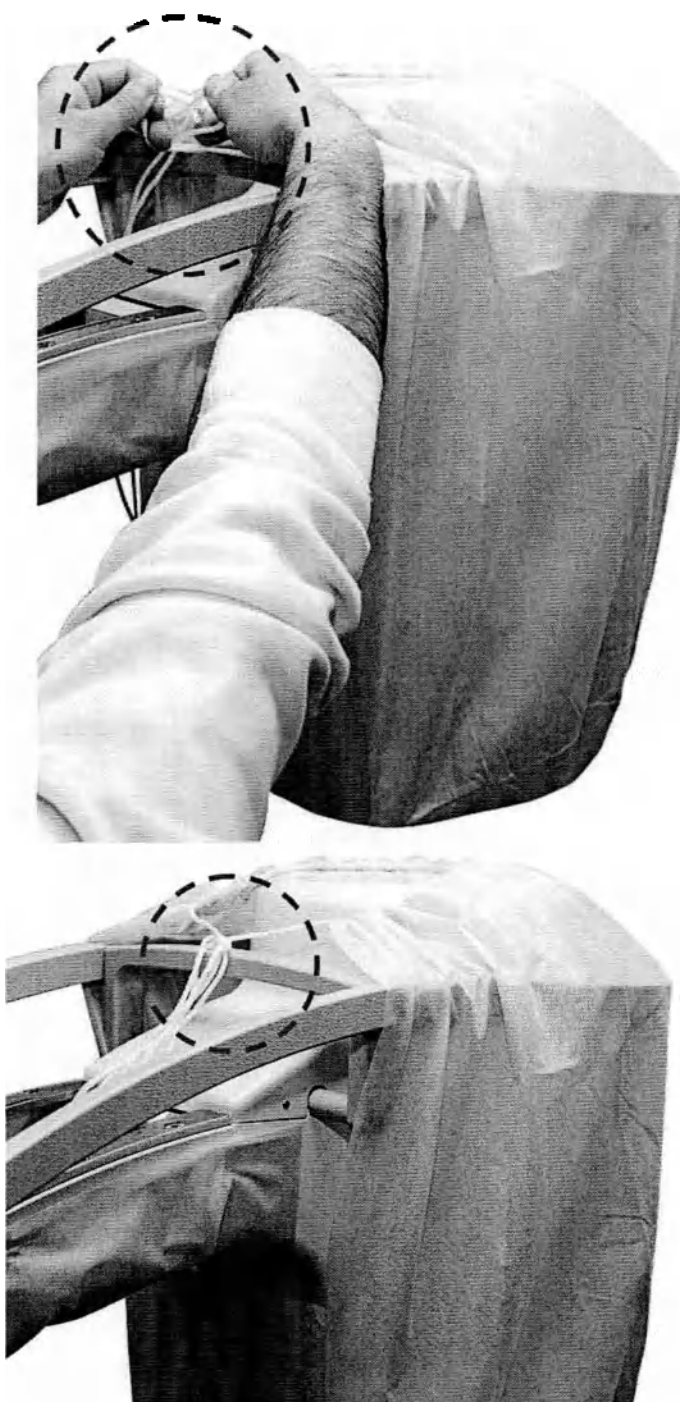

Рисунок 7.7
4. Сделайте петлю для крепления, затяните ее и концы шнура заправьте внутрь чехла (см. Рисунок 7.7). Убедитесь в том, что между чехлом С-дуги и чехлом ЭОБ нет незакрытых участков.